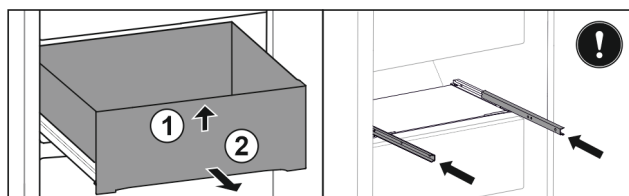

Fig. 51
- Nadzvedněte zásuvku vpředu. Fig. 51 (1)
- Vyjměte zásuvku dopředu. Fig. 51 (2)